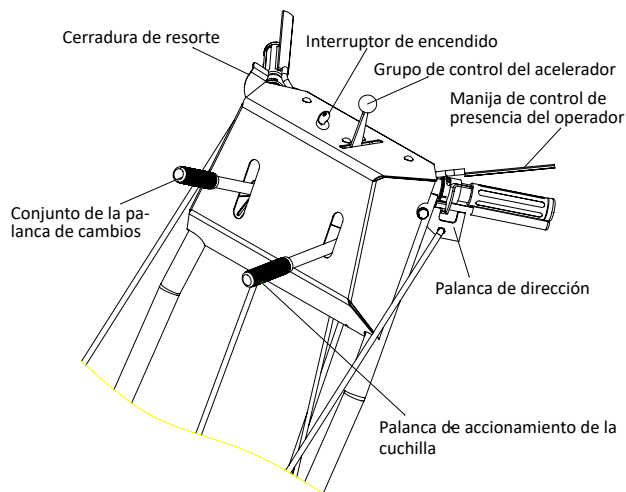

FIG. 1
2.6 Controles del operador (ver FIG 1)